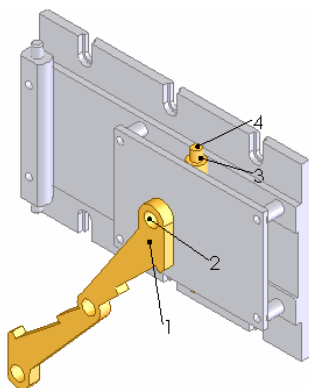

图 12-56 插入长平轴后的图形
⑪ 插入升降架。选择菜单栏中的“插入”→“零部件”→“现有零件/装配体”命令，插入升降架。具体步骤可以参考上面的介绍，将升降架插入到图中合适的位置，结果如图 12-56 所示。
⑫ 添加配合关系。选择菜单栏中的“插入”→“配合”命令，或者单击“装配体”工具栏中的“配合”图标，此时系统弹出“配合”对话框。用鼠标选择图 12-56 中的表面 2 和表面 3，单击对话框中的“同轴心”图标，然后单击对话框中的“确定”图标。重复此命令，将表面 1 和表面 4 添加为“重合”配合关系。